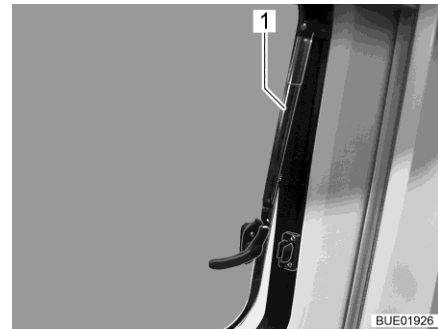

Bild 18 Ausstellfenster mit Automatik-Ausstellern, geöffnet
- Campeo/Eliseo: Ausstellfenster öffnen. Automatik-Aussteller (Bild 18,1) in einer der vorgegebenen Rastpositionen einrasten lassen. Beim Einrasten muss ein deutliches Klick-Geräusch zu hören sein.
Delfin C: Ausstellfenster in beliebige Position öffnen. Der Automatik-Aussteller (Bild 18,1) hält das Ausstellfenster stufenlos offen.